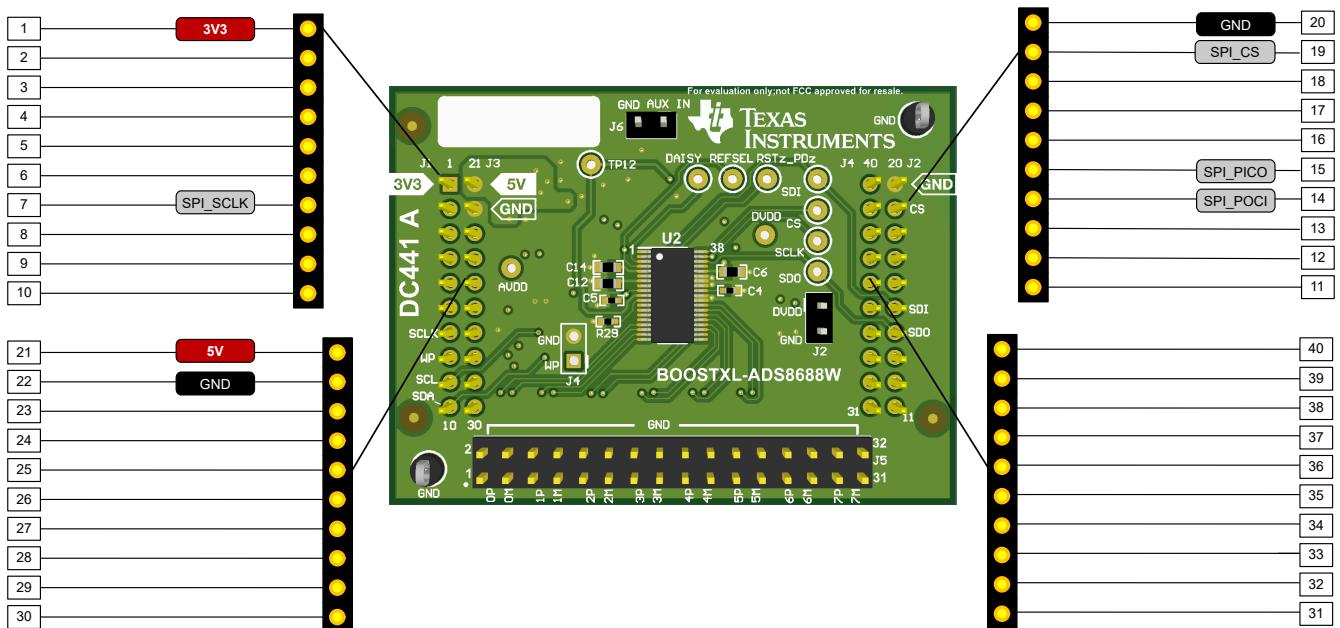

图 1-1. 接口引脚排列
- b. 要使用现有控制器进行评估，请参考 图 1-1 作为连接 BoosterPack 的指南；如适用，可将示例代码作为参考。